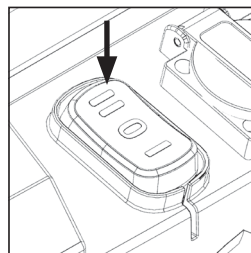

FIG. 2
- Mettez maintenant l'interrupteur à bascule sur le réglage II - L'aspirateur est en mode veille. **(Fig. 2)**